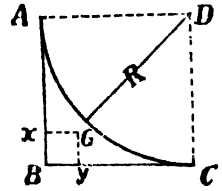

Fig. 4'32
9. Parabolic Segment. (Fig. 4'33)